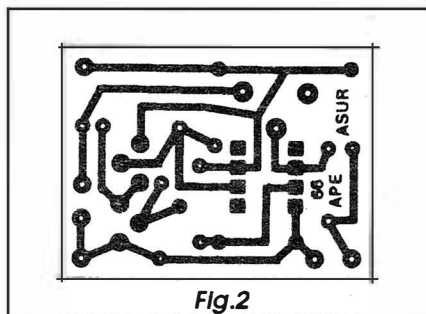

Fig.2
- FIG. 2 - LAY OUT DO CIRCUITO IMPRESSO ESPECÍFICO - Embora pudesse ficar ainda menor, se os resistores e diodo fossem posicionados *em pé*, a opção dos nossos desenhistas foi (como sempre é...) de não *apertar* em demasia o *lay out*, para não prejudicar aos hobbystas e montadores iniciantes, e também para que a visualização das instruções pudesse ficar tão clara quanto possível... Ainda assim, considerando-se também o inevitável tamanho da bateria do circuito, o impresso foi mantido pequeno, contribuindo para a compactação geral do ASUR... A figura mostra o padrão cobreado de ilhas e pistas, em negro, sobre o fundo branco correspondente às áreas onde o cobre deverá ser removido durante a corrosão... Como sempre, recomenda-se uma boa conferência ao final da confecção, pautando-se pelos conselhos dados nas INSTRUÇÕES GERAIS PARA AS MONTAGENS, onde o novato encontra fundamentais dicas e informações a respeito do bom uso dessa técnica de montagem... O diagrama está em escala 1:1, e assim a cópia, por carbono (para gabarito prévio da traçagem...) poderá ser feita de modo direto, facilitando as coisas...